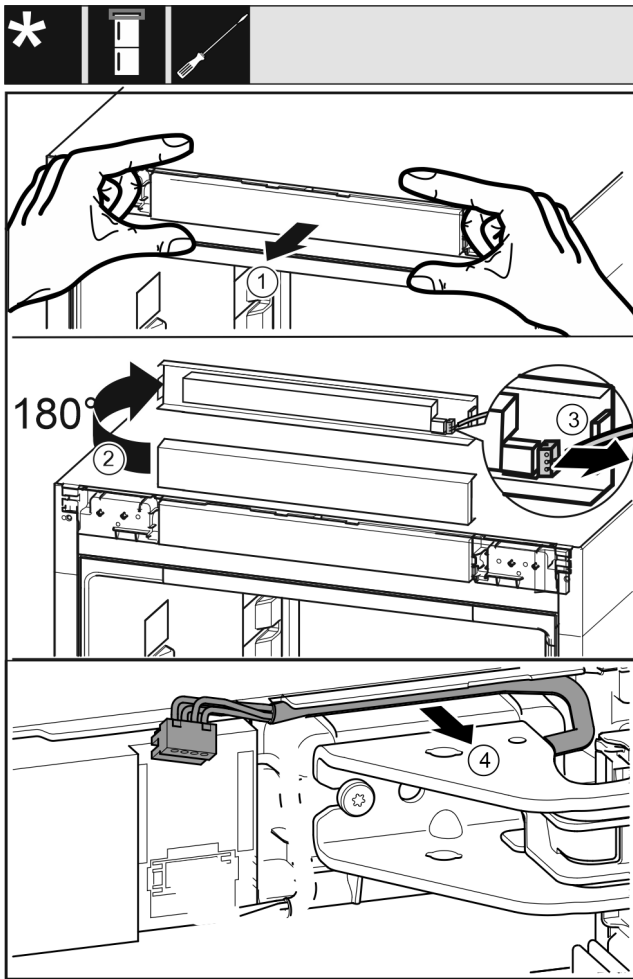

Fig. 23
- ▶ Осторожно снимите фальшпанель Fig. 23 (1) движением вперед.
- ▶ Поверните фальшпанель Fig. 23 (2) вверх на 180°.
- ▶ Прижмите защелку Fig. 23 (3) назад и осторожно извлеките штекер.
- ▶ Осторожно высвободите кабель Fig. 23 (4) над опорным кронштейном из направляющей.